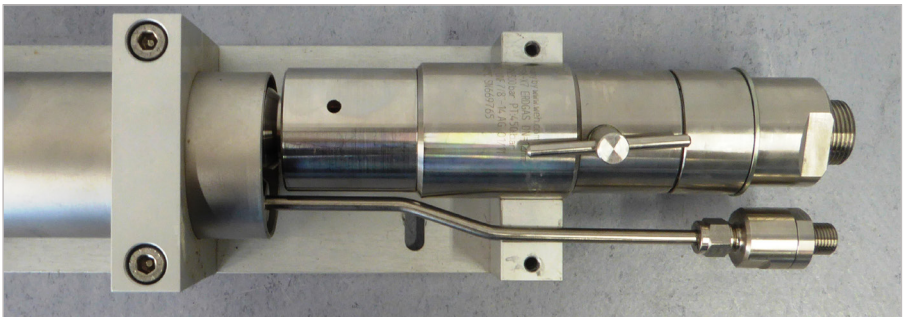

Figure 5
Remarque : le tube de récupération des vapeurs (pos. 6) doit se trouver dans la zone fraisée prévue du support de fixation (*Figure 5*).